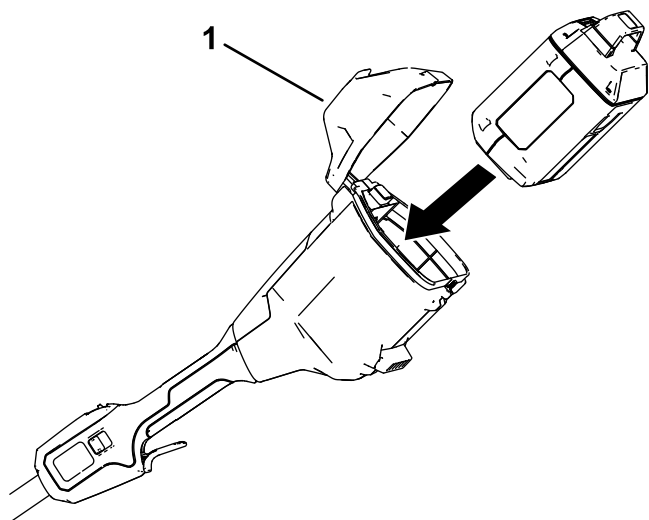

Figura 8
2. Aprite il coperchio della batteria (Figura 8).
3. Allineate la cavità nel pacco batteria con la linguetta nell'alloggiamento della batteria (Figura 8).
4. Spingete il pacco batteria nell'alloggiamento della batteria fino a quando la batteria non si blocca nel fermo (Figura 8).